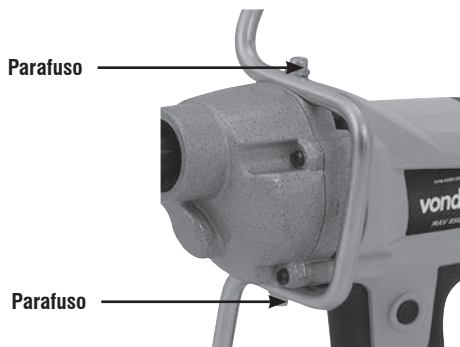

Fig. 5 – Montagem do punho no suporte
- Parafuse o suporte através dos dois parafusos allen que acompanham a máquina, Fig. 5.